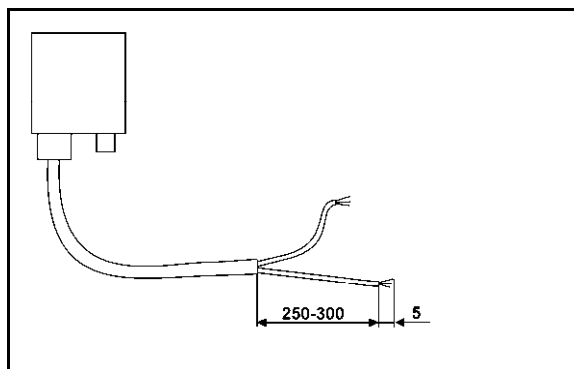

Рис. 3
Например (рис. 3/6)
- Рисунок 3
3. Снимите оболочку прим. на 250–300 мм (Рис. 3) с конца кабеля.
- Зачистите концы кабеля (Рис. 3) на 5 мм.